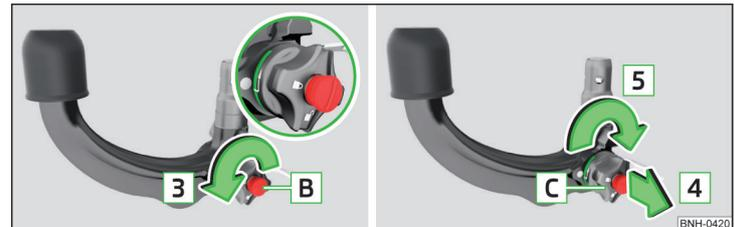

Fig. 139 Ajustar la posición de reserva
- Gire la llave **B** hasta el tope en el sentido de la flecha **3** de manera, que la flecha en la llave muestra hacia el símbolo  $\Delta$  » fig. 139.